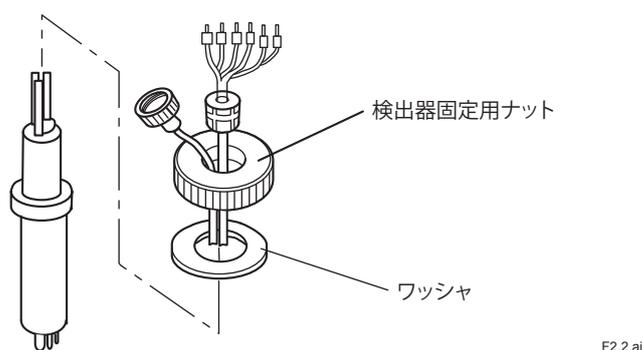

図2.2 検出器ケーブル結線前の処理
- (1) pH 検出器に KCl 補給チューブを接続してください。
- (2) 図 2.2 に示すように、ワッシャ (4 ふつ化エチレン樹脂製) および検出器固定用ナット (ホルダから外したのも) に検出器ケーブルおよび KCl 溶液補給チューブを通してください。